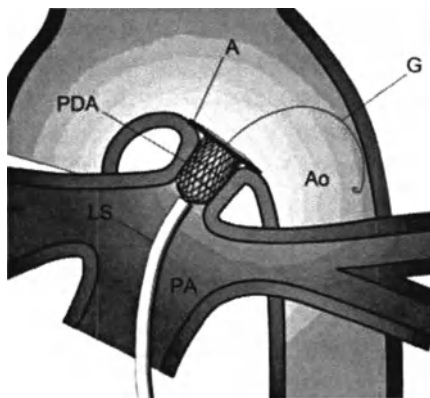

Рисунок 5.2.10
Удерживайте проталкивающий кабель и одновременно медленно извлекайте трубку. В данный момент вы можете видеть финальную конфигурацию Nit-Occlud® PDA-R (A). Рис. 5.2.10.